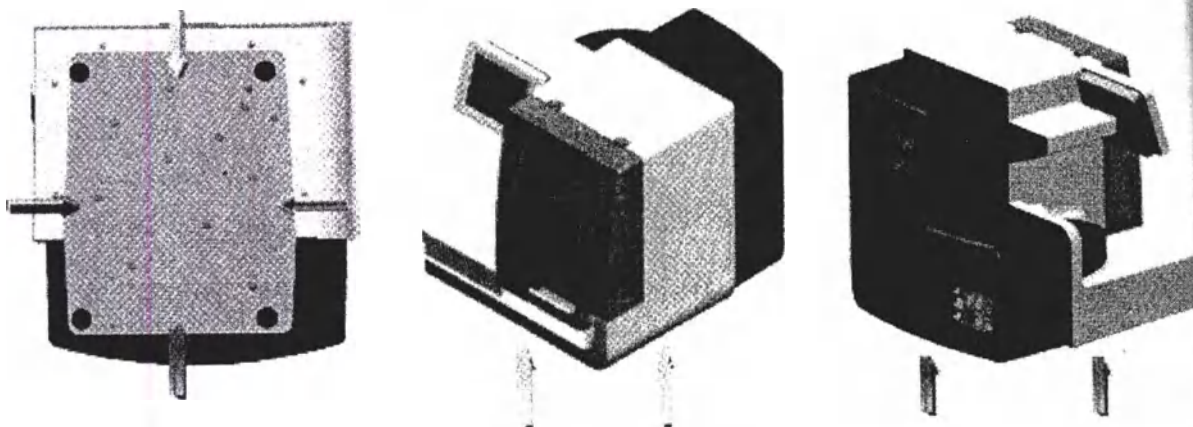

Рисунок 29 – Подъем анализатора
Распаковку анализатора и его выемку из коробки производить вдвоем, удерживая прибор в диагональном положении (рисунок 29 зеленые стрелки – один человек, синие стрелки – другой человек). После подъема анализатора уже не нужно удерживать в диагональном положении.
- Не поднимать инструмент в одиночку. При подъеме удерживать инструмент за указанные части основания корпуса (рисунок 29).